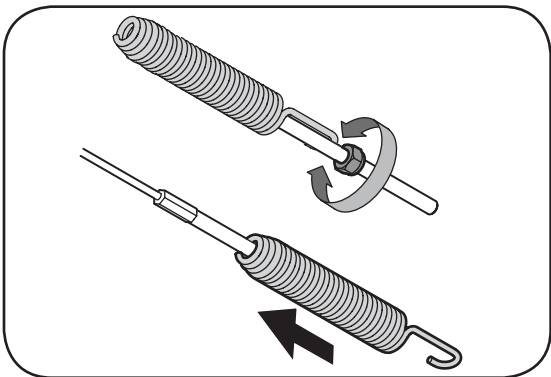

Figure 3-12
- Desserrez le contre-écrou qui se trouve sur le câble de la commande de l'entraînement et dévissez le câble d'un tour complet. Voir la Figure 3-12.